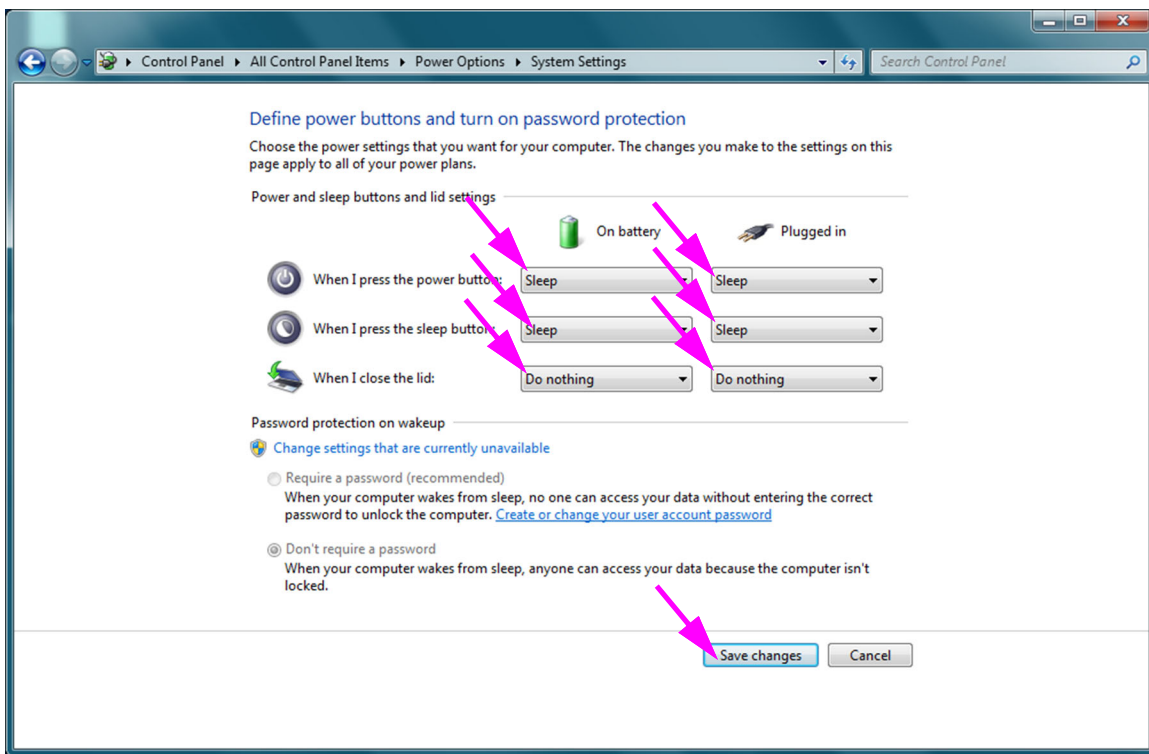

Figura 2-23. Janela System Settings (Definições do sistema)
9. **Apenas portáteis:** Na janela Power Options (Opções de Energia), clique na entrada **Choose what closing the lid does (Escolher o que faz o fecho da tampa)**. É apresentada a janela System Settings (Definições do sistema) (consulte a figura 2-23). Defina a opção **When I close the lid (Quando fecho a tampa do portátil)** para **Do nothing (Não fazer nada)** e defina todas as outras opções para **Sleep (Suspend)** e clique em **Save Changes (Guardar alterações)**.